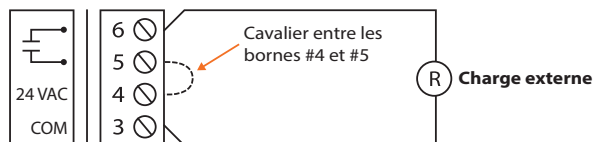

Figure 10 - Raccordement de sortie digitale utilisant la source d'alimentation interne
- 2) Par ailleurs, si une source d'alimentation externe n'est pas disponible, une série supplémentaire de bornes 24 VAC et COM (# 4 et # 3) sont fournies pour votre commodité. Ces bornes sont connectées en interne à la source d'alimentation du VC 2000 (bornes # 2 et # 1). En utilisant un cavalier pour connecter l'alimentation interne à la sortie numérique, la charge peut être alimentée (voir Figure 10).